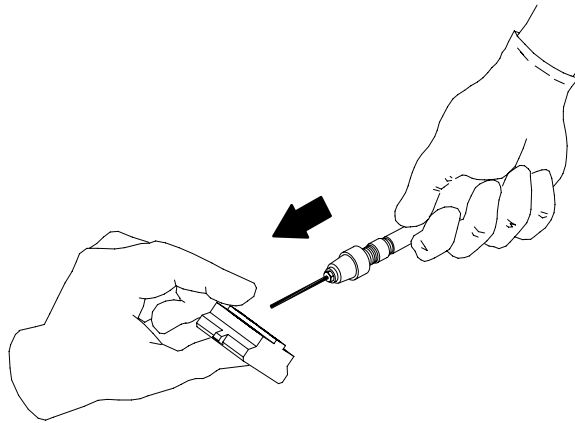

Abb. 7 Korrekte Richtung für das Einführen einer Reinigungsnadel in eine Düse
4. Wenn das Reinigen der Düsenbohrungen notwendig ist, eine Reinigungsnadel verwenden, die um eine Größe kleiner ist als die Düsenbohrung: die Nadel gegen die Flussrichtung des Klebstoffs einführen, die Nadel abwischen und dann herausziehen, ohne sie zu drehen, wie in Abbildung 7 gezeigt.